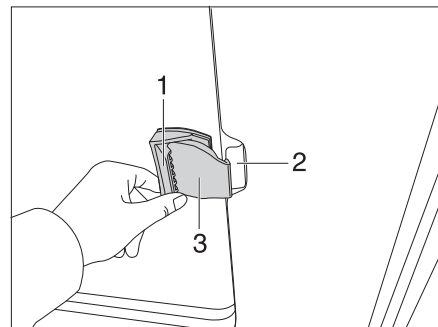

Fig. 63 Fenêtre coulissante sans verrouillage
- Tirer sur le clapet de la poignée (Fig. 63,1) et pousser ou tirer simultanément la poignée vers l'avant.